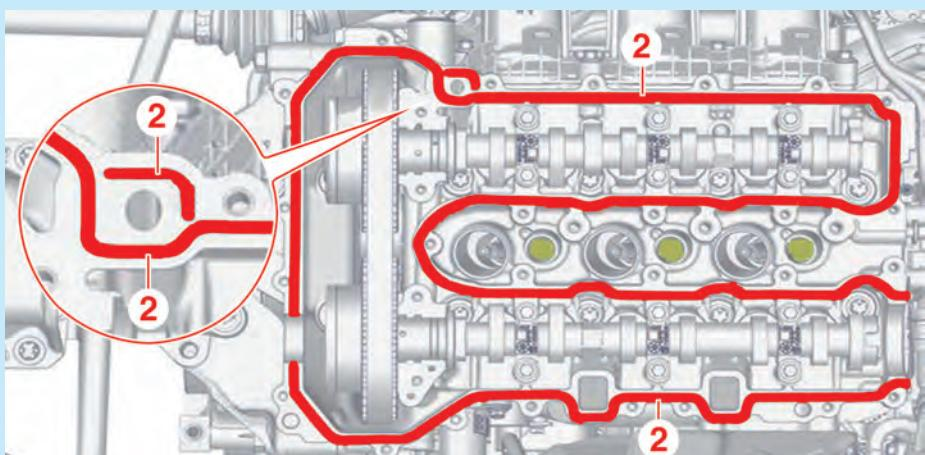

Fig.2
- Appliquer des cordons de pâte d'étanchéité (2) de 1,5 mm d'épaisseur (Fig.2).